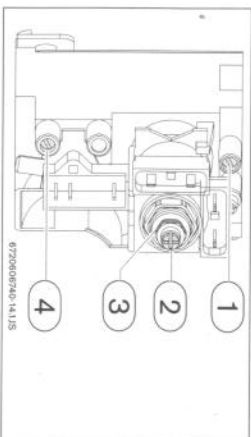

Fig. 6 Pontos de medição de pressão
- ▶ Utilizando a porca de ajuste (Fig. 6, pos. 3) regular a pressão até atingir os valores indicados na Tab. 1.
- ▶ Utilizando o parafuso de ajuste (Fig. 6, pos. 2) regular a pressão até atingir os valores indicados na Tab. 1.